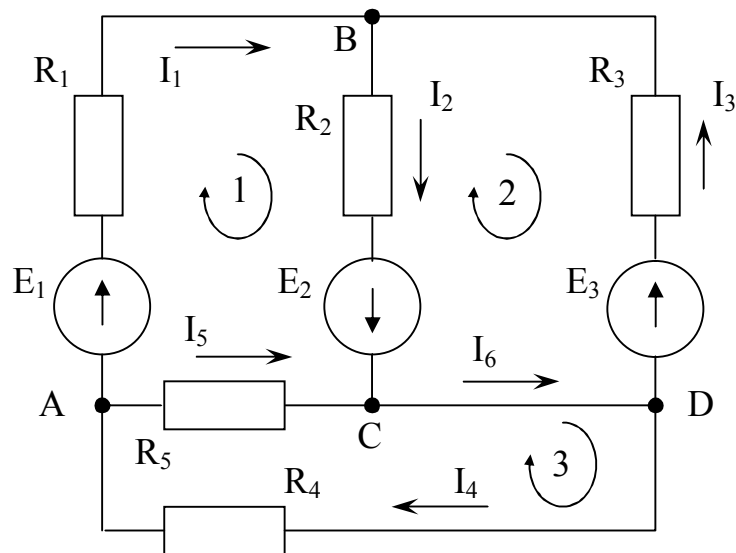

Рисунок 4.9 – Схема электрической цепи
**Пример.** Определить токи в ветвях электрической цепи (рис. 4.9), используя метод применения законов Кирхгофа. Известны величины сопротивлений и ЭДС. Внутренним сопротивлением источников пренебречь.
Произвольно выберем направление тока в каждой ветви цепи (рис. 4.9).
Уравнения по второму закону составляют для независимых контуров. Независимым является контур, в который входит хотя бы одна новая ветвь, не вошедшая в другие контуры. Выберем три независимых контура и укажем направления обхода контуров по часовой стрелке (рис. 4.9). Запишем три уравнения по второму закону Кирхгофа